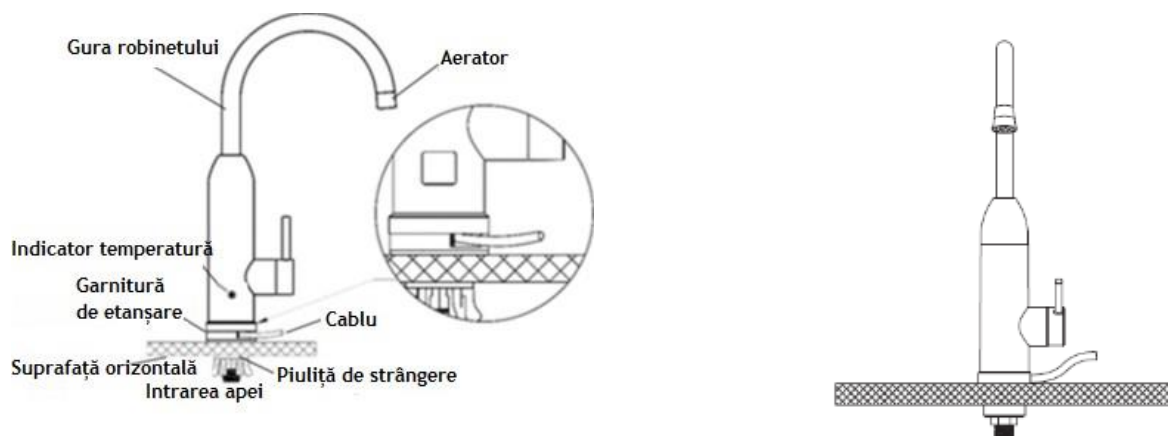
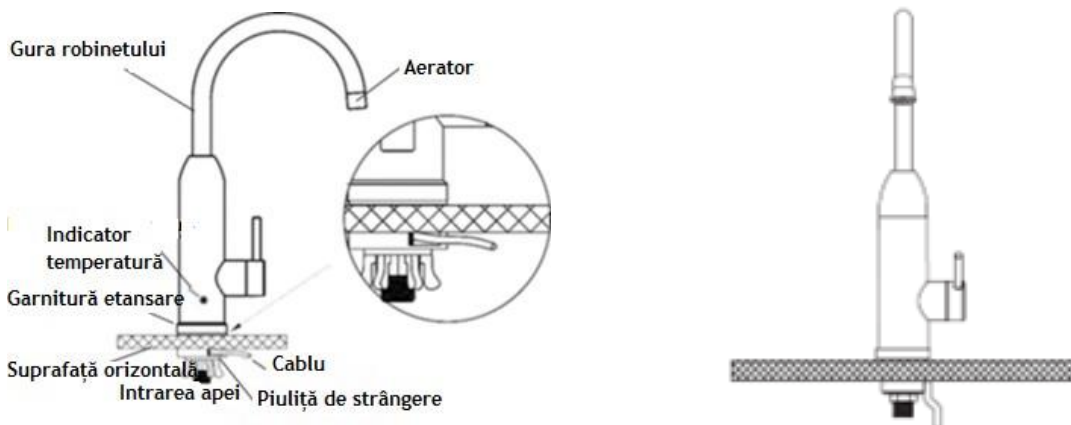

Figura 1. Ieșirea cablului de alimentare deasupra chiuvetei
Figura 2. Ieșirea cablului de alimentare sub chiuvetă
2. Montați încălzitorul pe chiuvetă în funcție de opțiunea de montare selectată, urmând schema din Figura 1 sau Figura 2.
Supapa de siguranță s-a activat	- Scoateți aparatul din priză și închideți alimentarea cu apă. - Așezați dopul de cauciuc al supapei de siguranță (figura 1) în poziția inițială. - Adăugați apă în încălzitor, așteptați până când apa se revărsă din gura de scurgere și apoi opriți alimentarea cu apă. Verificați etanșeitarea tuturor racordurilor - Conectați aparatul la sursa de alimentare.